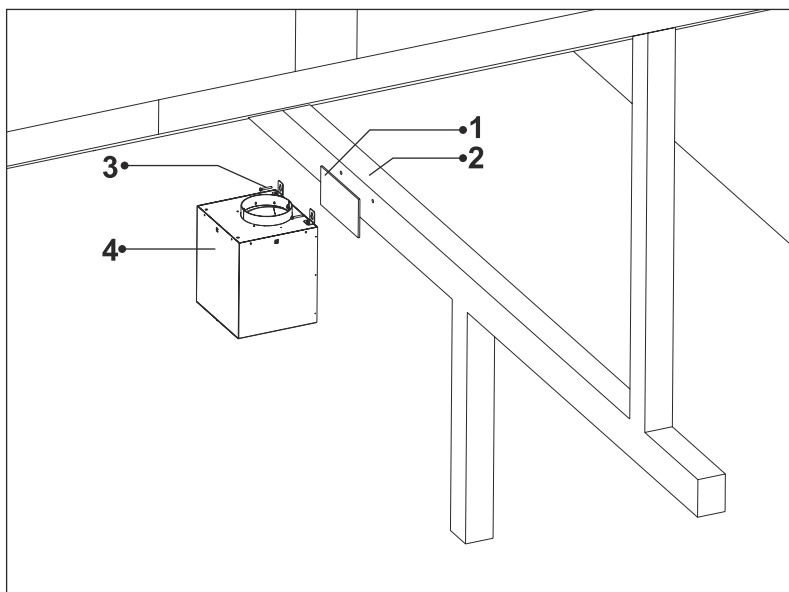

Fig. 17
12. ► Montera den externa takmotorn på spärren/läkten med 2 x 5,5x60mm skruvar (Fig. 17).